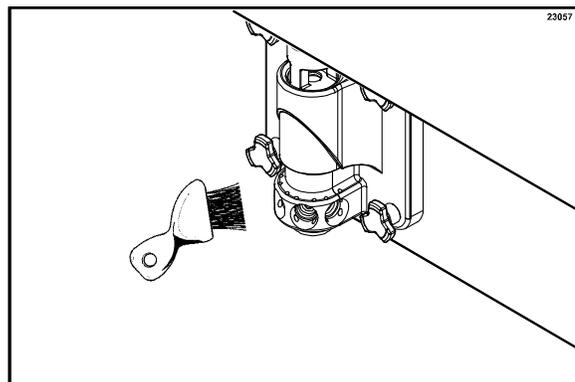

Figura 25
5. Use el cepillo para orificio de jarabe para cepillar cada orificio de jarabe 10 a 15 veces. Moje el cepillo en la solución desinfectante antes de cepillar cada orificio. (Vea la figura 25).